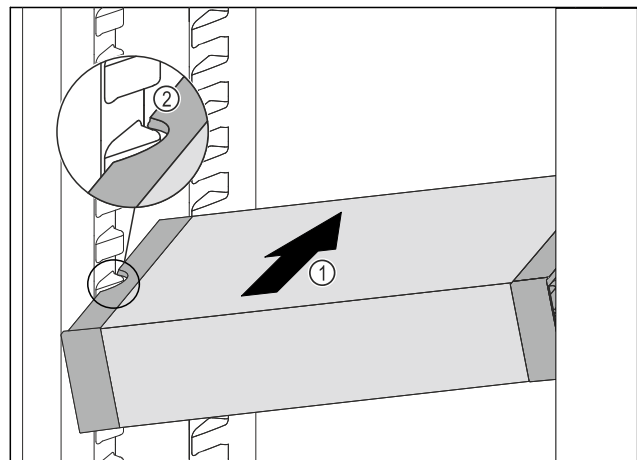

Fig. 54
- Вдвигайте VarioSafe под наклоном в холодильное отделение Fig. 54 (1), пока боковые выемки Fig. 54 (2) VarioSafe не окажутся на высоте выступа резервуара в холодильном отделении.